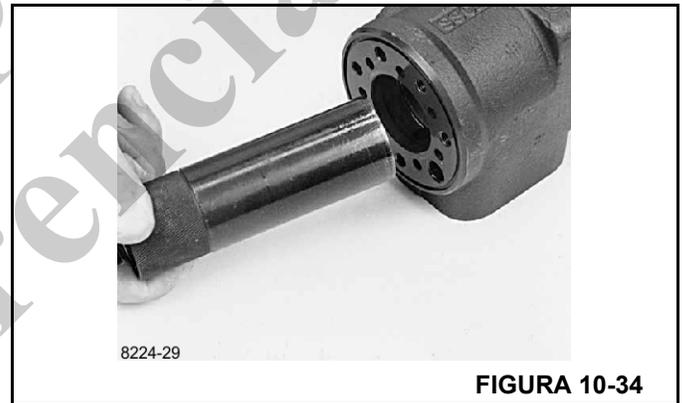

FIGURA 10-34
7. Gire la unidad de dirección hasta que la cavidad quede horizontal. Coloque la parte exterior de la herramienta de armado en la cavidad del carrete/manguito (Figura 10-34).